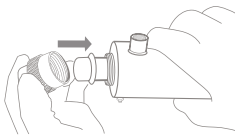

Рис. 11
9. Установите на место и закрутите заглушку на резьбу камеры реактора, зафиксировав закрытый конец кварцевой трубки (рис. 11). Не затягивайте слишком сильно, чтобы не повредить уплотнительное кольцо.